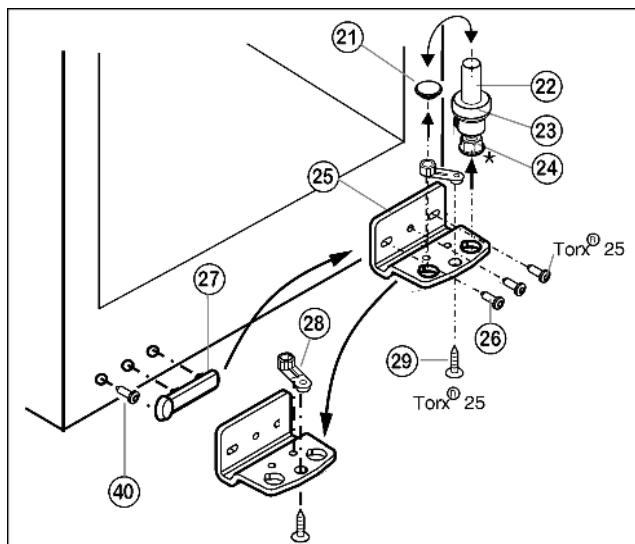

Fig. 5
- ▶ Извлеките опорный винт Fig. 5 (22) в комплекте с шайбой Fig. 5 (23) и регулируемой опорой* Fig. 5 (24), вытягивая его вверх.
- ▶ Снимите пробку Fig. 5 (21).
- ▶ Открутите Fig. 5 (26) опорный кронштейн Fig. 5 (25).
- ▶ Открутите Fig. 5 (29) опорную деталь Fig. 5 (28) и, переставив в отверстие на противоположной стороне опорного кронштейна, снова прикрутите.
- ▶ Осторожно снимите и переставьте на противоположную сторону крышку со стороны ручки Fig. 5 (27) и винт Fig. 5 (40).
- ▶ Снова прикрутите опорный кронштейн Fig. 5 (25) на новой стороне шарнира (**с моментом 4 Нм**). При необходимости используйте аккумуляторный шуруповёрт.
- ▶ Переставьте пробку Fig. 5 (21) в свободное отверстие.
- ▶ Вновь установите опорный винт Fig. 5 (22) в комплекте с шайбой и регулируемой опорой*. При этом фиксатор должен быть направлен назад.
- ▶ Установите дверцу сверху на нижний опорный палец Fig. 5 (22).
- ▶ При необходимости выровняйте дверцы через два продольных паза в нижнем опорном кронштейне Fig. 5 (25) параллельно корпусу устройства. Для этого выкрутите средний винт.